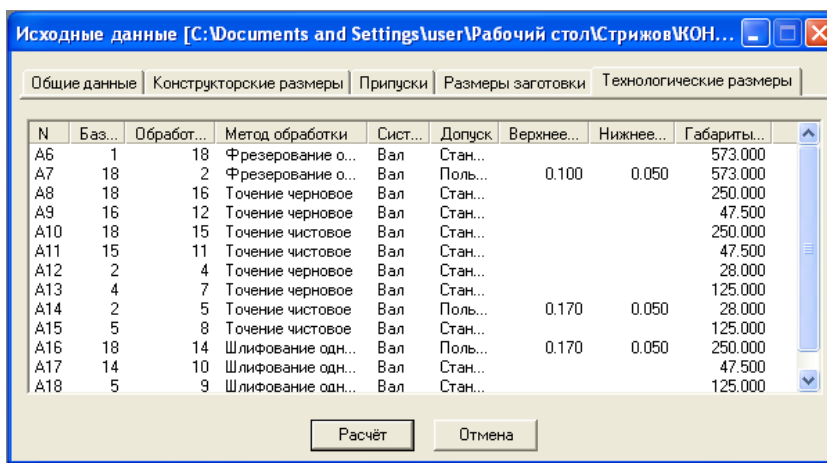

Рисунок 8.9 – Технологические размеры
6. В закладке «Технологические размеры» вводим их в последовательности обработки заготовки. Для ввода каждого размера нажимаем правую кнопку мыши. Расположение допуска относительно подлежащего расчету номинала размера указываем по системе вала (рисунок 8.9).